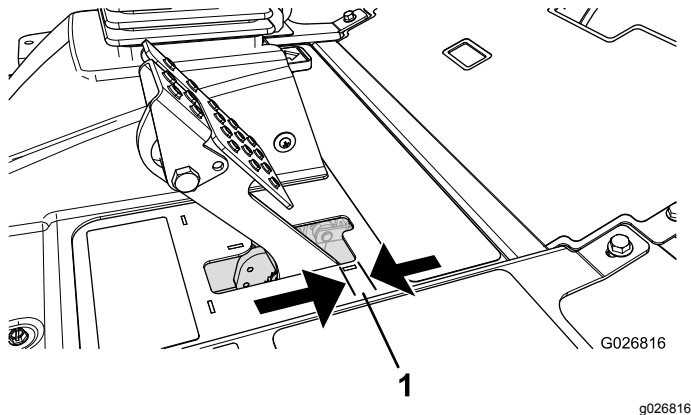

Bild 71
Stellen Sie die Bremsen ein, wenn das Bremspedal mehr als 2,5 cm Spiel hat, oder wenn die Bremsen nicht mehr gut genug greifen (Bild 71). Als Spiel gilt die Entfernung, die das Bremspedal zurücklegt, bevor ein Bremswiderstand spürbar ist.
2. Ziehen Sie die hintere Mutter an, um den Zug nach hinten zu bewegen, bis die Bremspedale ein Spiel zwischen 6,3 mm und 12,7 mm haben, bevor die Radsperre auftritt (Bild 71).